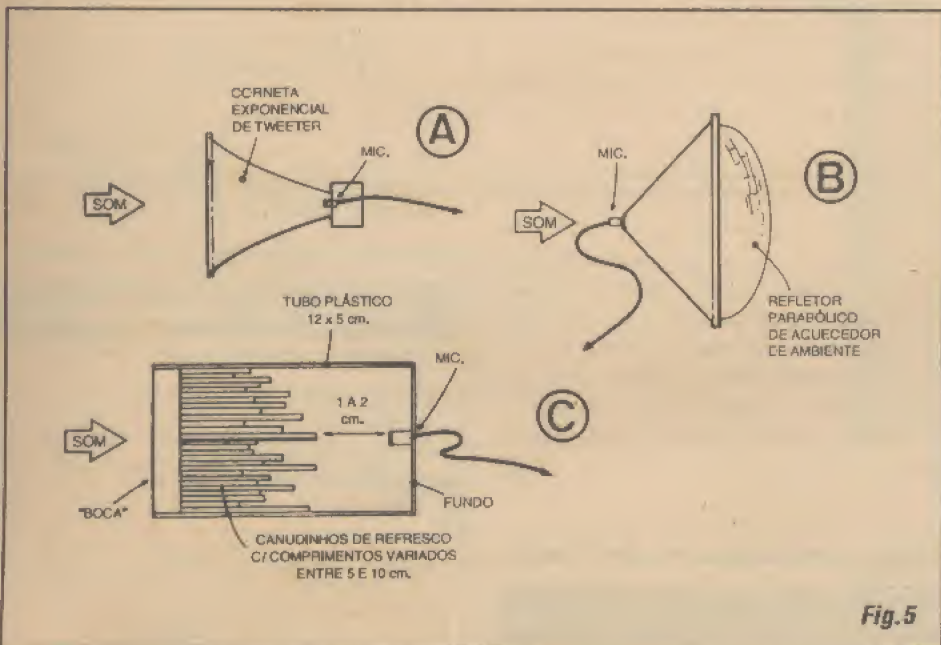

Fig. 5
- FIG. 5 - LENTES E CONCENTRADORES ACÚSTICOS... - Mesmo com o microfone do **ORELHÃO nú**, já é possível ao leitor/hobbysta experimentar a montagem e notar o tremendo ganho, a enorme sensibilidade do sistema! Por exemplo, para uma *xeretagem* em determinado ambiente, basta posicionar o circuito no local, estendendo-se o cabo dos fones no necessário comprimento (a pessoa que ouve pode estar em outro compartimento...). O ajuste do **volume** deve ser mantido no **mínimo** capaz de proporcionar a desejada audição, já que a grande sensibilidade fará com que qualquer som, por mais tênue que seja, torne-se **muito** amplificado... Mesmo ruídos ambientais que normalmente nos passam despercebidos, como o roçar dos pés das pessoas no piso, ao
Em qualquer caso, seja com microfone *nú*, seja com a adoção de alguma das três idéias de *truçagens* acústicas sugeridas na **FIG. 5**, é fundamental isolar bem o *corpo* do pequeno microfone de eletreto do seu substrato físico (local ou superfície à qual vá ser fixado...), caso contrário, mesmo um leve *roçar da mão* do operador sobre o conjunto, será capaz de gerar sons amplificados bastante fortes, que podem *mascarar* o que se esteja tentando captar...